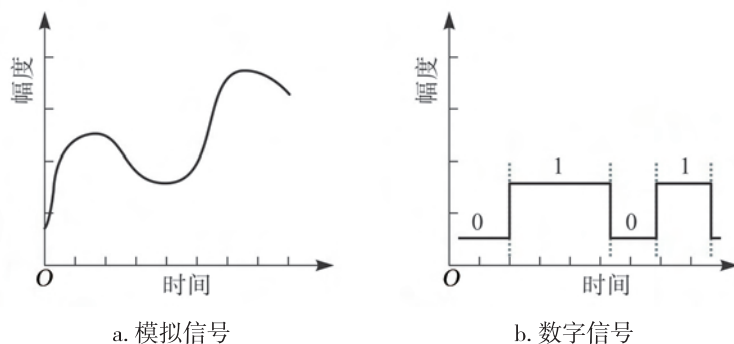

图 2.9 模拟信号和数字信号的图示
(2) 模拟信号和数字信号的图示。用数学语言（图像）来表示模拟信号和数字信号如图2.9所示，模拟信号的图像是连续的曲线，而数字信号的图像则是不连续的波形，如矩形脉冲。